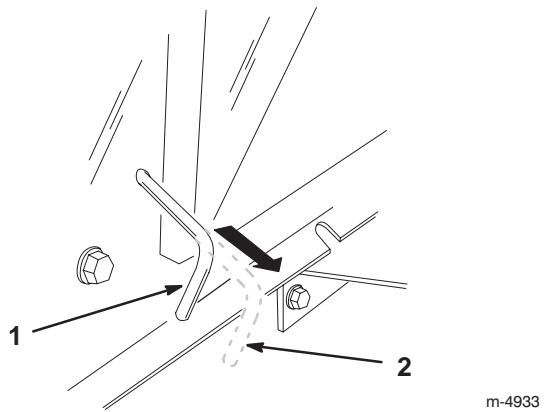

Bild 14
Hinweis: Dadurch wird der Antrieb ausgekuppelt, und die Räder befinden sich im Freilauf (Bild 14).
2. Stellen Sie den Antriebshebel in die Einsatzstellung (Bild 14), um das Antriebssystem einzukuppeln.